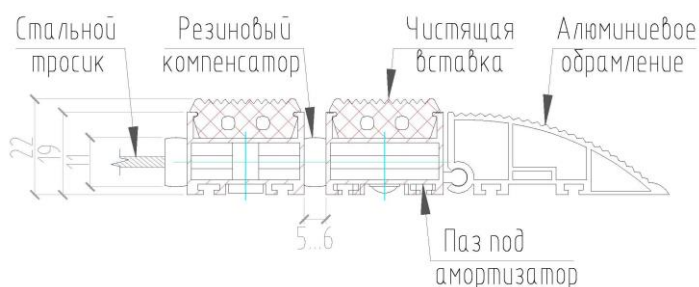

Рис. 4 – Половик стандартный.
- стандартный (h=22мм, собирается на тросик, через резиновые компенсаторы) (рис. 4)